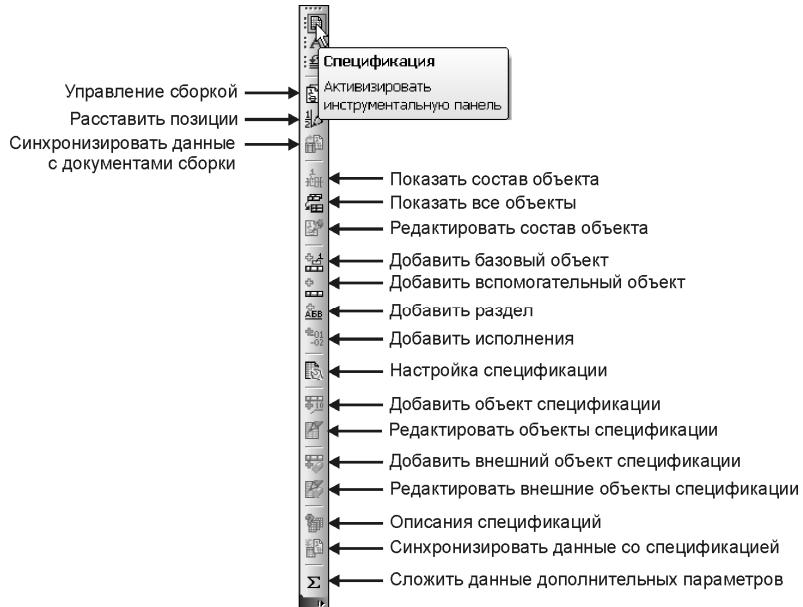

Рис. 9.90. Инструментальная панель Спецификация
- ◆ **Спецификация** (рис. 9.90);